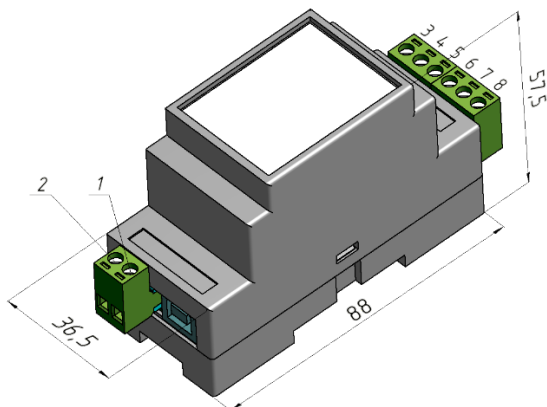

Рис.5. ПИТ20.
7.4. Установочные размеры ПИТ20 исполнения А показаны на рис. 5.